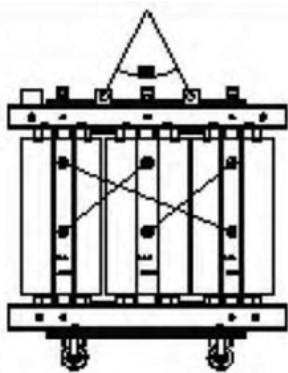

Рисунок 4 – Правильный вариант подъема трансформатора
4.2.1 Для подъема трансформатора необходимо использовать четыре подъемных рым-болта, расположенных на верхней раме (рисунок 4); выбирать тросы, способные выдержать поднимаемый вес (указанный на паспортной табличке трансформатора) и при этом достаточно длинные, чтобы максимальный угол наклона не превышал 60°.